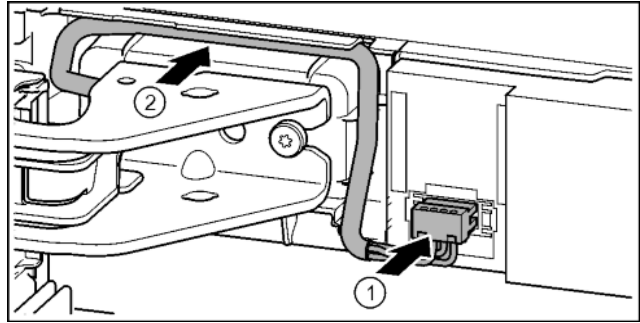

Fig. 37
- ▶ Pattintsa be a dugót a felső csapágybak felett, és óvatosan helyezze a csatornába a kábelpárhuzamot. *Fig. 37 (1)*
- ▶ A szürke kábelt óvatosan helyezze be a felső csapágybak feletti vezetősínbe. *Fig. 37 (2)*